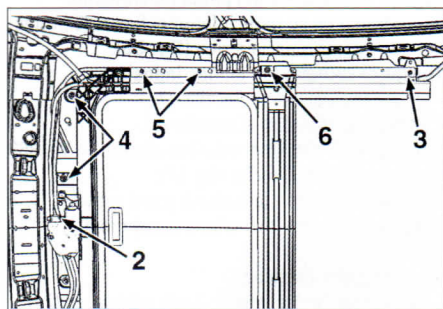

FIG. 54
Desenchufar el conector (2) (fig. 54).